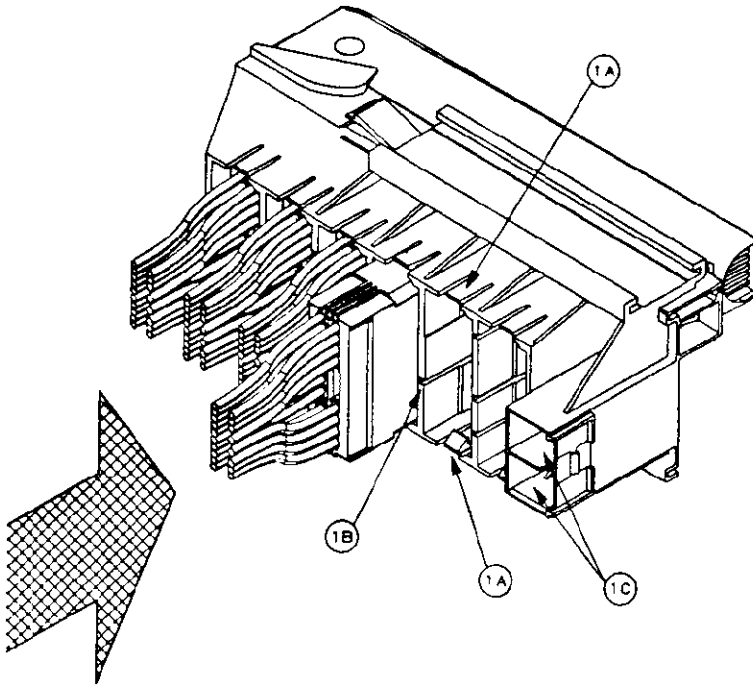

FIG. 1
The connector correct position is assured by mechanical and visual (color) polarizations **1B** (see **Fig.1**).
La posizione di ogni connettore è vincolata dalle polarizzazioni meccaniche **1B** e visive (colore) (vedi **Fig.1**).
1) Insert in the suitable seat the power male contacts into the cavities located on the frame rear side 1C (see Fig. 1) until the locking lance clicks 7A (see Fig. 7). The cavities permit different contacts insertion, 180° from one another.
1) Inserire i contatti maschi di potenza nelle due cavità situate nella parte posteriore del frame 1C (vedi Fig.1) fino allo scatto della linguetta di trattenimento nell'apposita sede 7A (vedi Fig.7).